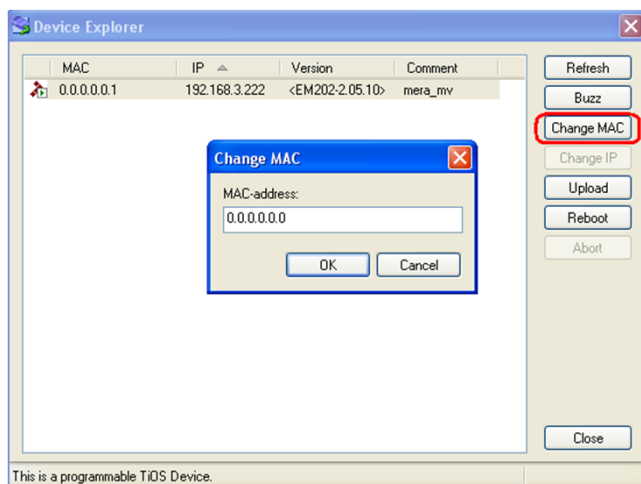

Рис. 7. - Вкладка Device Explorer.
- запустить программу «Пуск \ программы \ tibbo \ tibbo IDE \ Device Explorer» (Рис. 7);